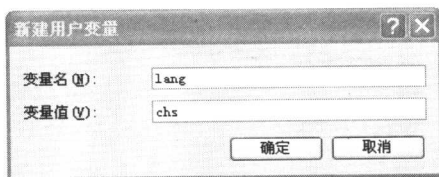

图1-2 设置环境变量
1. 右键单击 Windows 桌面上的 （我的电脑）图标，在弹出的菜单中选择“属性”命令，打开“系统属性”对话框。选择“高级”选项卡，单击 按钮，打开“环境变量”对话框。单击 按钮，在“新建用户变量”对话框中按图 1-2 所示进行设置。